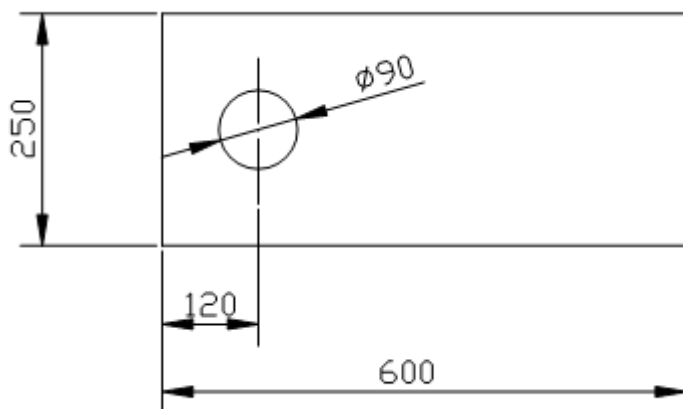

Рисунок 1
3.2.3 После распаковки, поместите прибор на твердый рабочий стол и сделайте отверстие в нужном месте на рабочем столе, чтобы обеспечить свободный ход винта (5) вверх и вниз (рис.1).